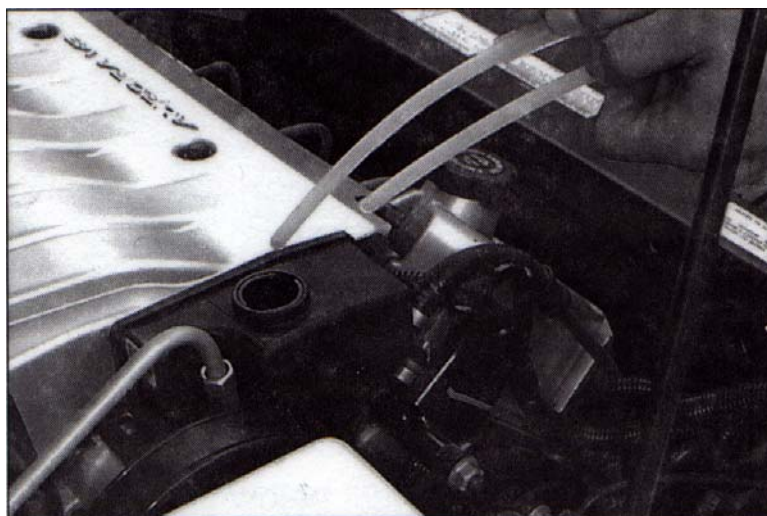

Рис. 1 Откачивающий шланг на 2 дюйма короче закачивающего шланга.
**ВНИМАНИЕ!!!** Перед эксплуатацией установки убедиться в том, что шланг для откачки на 2 дюйма короче шланга для закачивания новой жидкости (Рис.1). Откачивающий шланг можно узнать по наличию вмонтированного фильтра. Если закачивающий шланг короче второго, отрезать откачивающий шланг таким образом, чтобы он был на 2 дюйма (5,1 см) короче закачивающего. Затем сравнить длину шлангов.